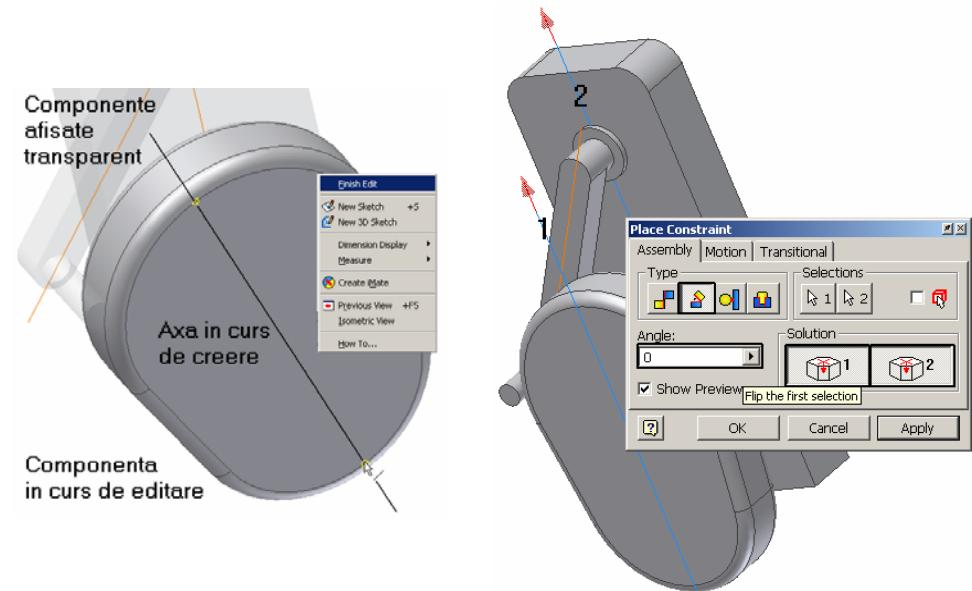

Figura 3.8.9.
- direct din fișierul de ansamblu, prin dublu click stânga pe componentă, declanșând astfel editarea componentei selectate, restul fiind afișate transparent, figura 3.8.9; la finalizare, seiese din editare prin selecția opțiunii **Finish Edit**, selectată din meniul contextual, activat prin buton dreapta mouse, ansamblul actualizându-se automat.